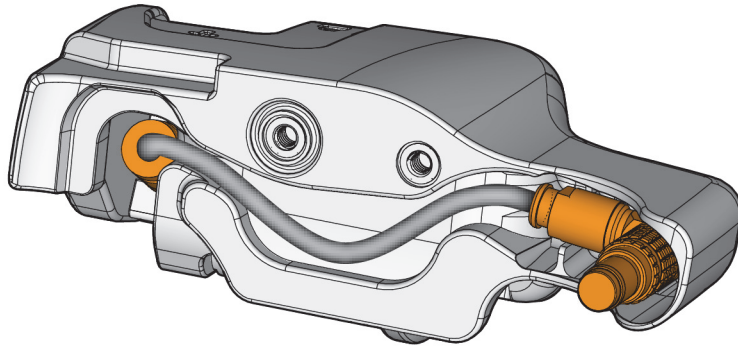

Figura 2-7 Sistemazione del cavo dell'encoder dell'indice
3. Svolgere in senso inverso le operazioni di installazione. Assicurarsi che il cavo dell'encoder sia sistemato correttamente all'interno del telaio dell'encoder (vedi Figura 2-7 a pagina 53).